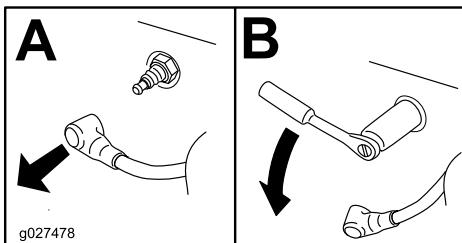

Figure 55
4. Localisez et retirez la ou les bougies comme montré à la Figure 55.